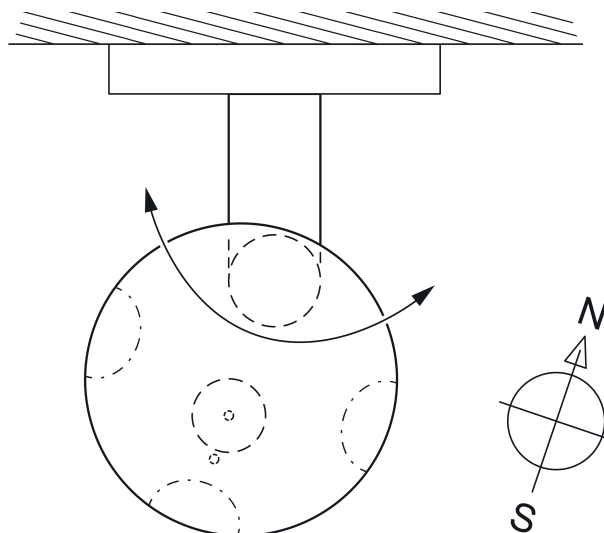

Bild 6: Rikta upp väderstationen
- Rikta upp sensorhuvudet efter kardinalstrecket eller – beroende på de lokala förhållandena – efter fasaden (bild 6).